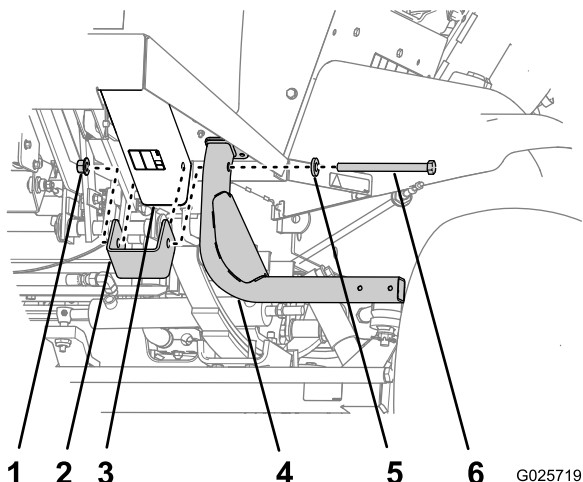

Figura 2
1. En la parte delantera de la máquina, alinee los taladros del espaciador con los taladros del tubo del bastidor delantero (Figura 2).
2. Alinee los taladros de soporte del peldaño con los taladros del espaciador y del tubo del bastidor (Figura 2).
3. Sujete el soporte del peldaño y el espaciador al tubo del bastidor con un perno de cabeza hexagonal (½" x 6"), una contratuerca y una arandela (Figura 2).